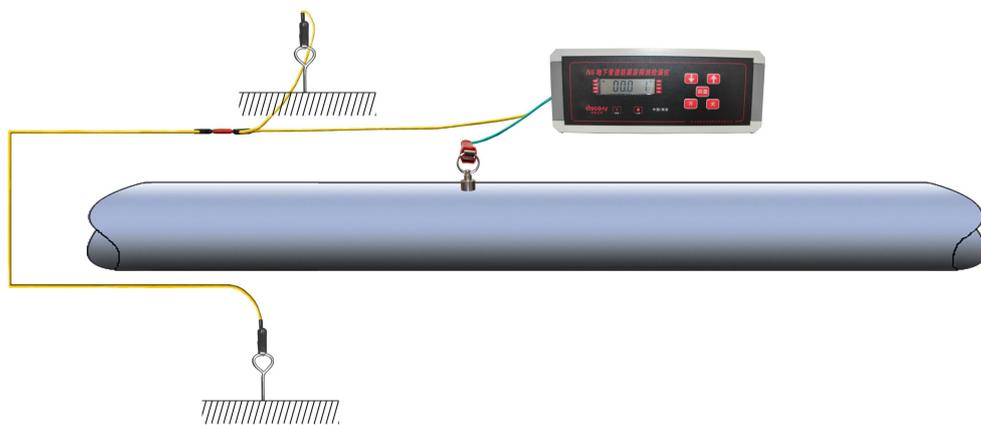

图5 双边接地示意图
(2) **双边接地**：即发射机接地线引出两根，分别接入到管线两边的大地中，此种方法磁场分布对称，探管、测探都很准确，但要检查两边的接地效果是否一致，方法是按 **测量** 键，观察一边的接地电阻时，将另一边接地线断开。观察另一端接地电阻时也是一样，两边接地电阻相等，效果才一样。接地电阻不等时，通过打深或拔浅接地棒，也可通过浇水的办法，使两边接地效果相等。（见图 5）